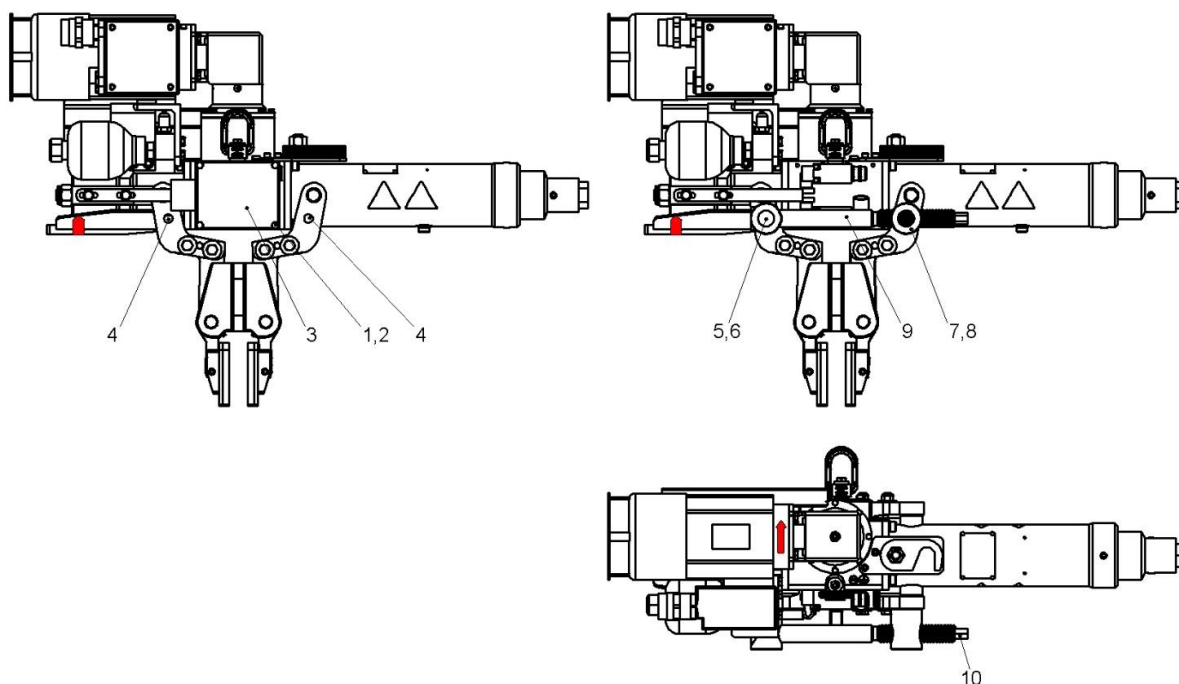
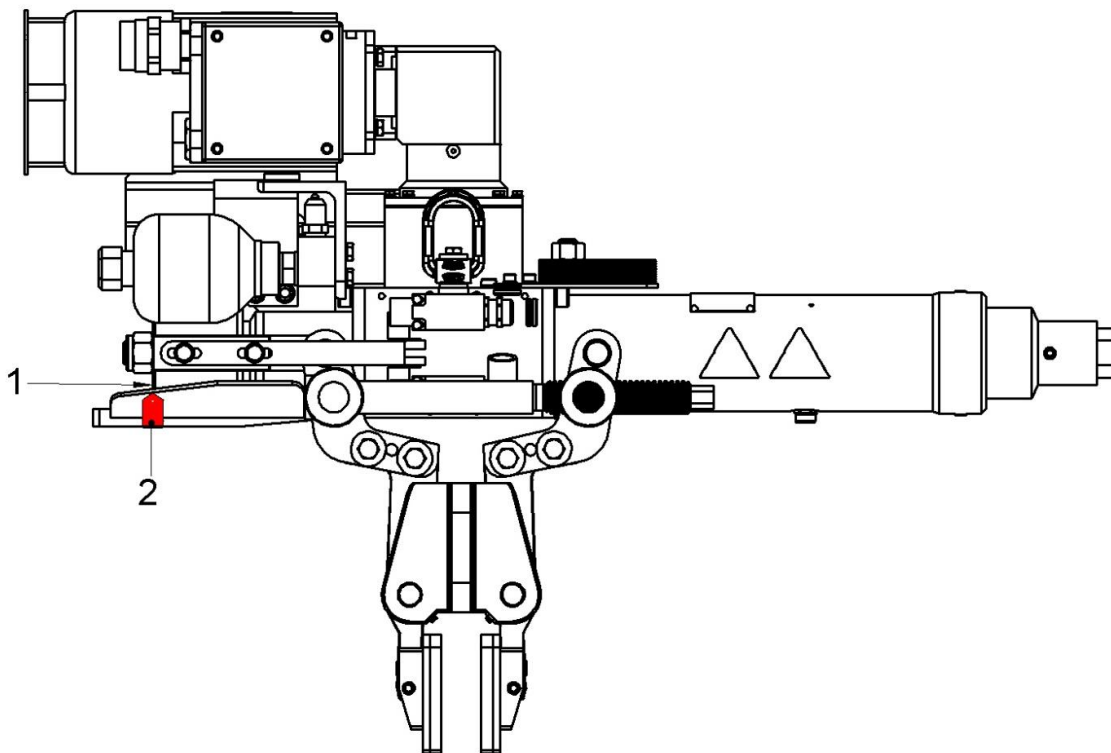
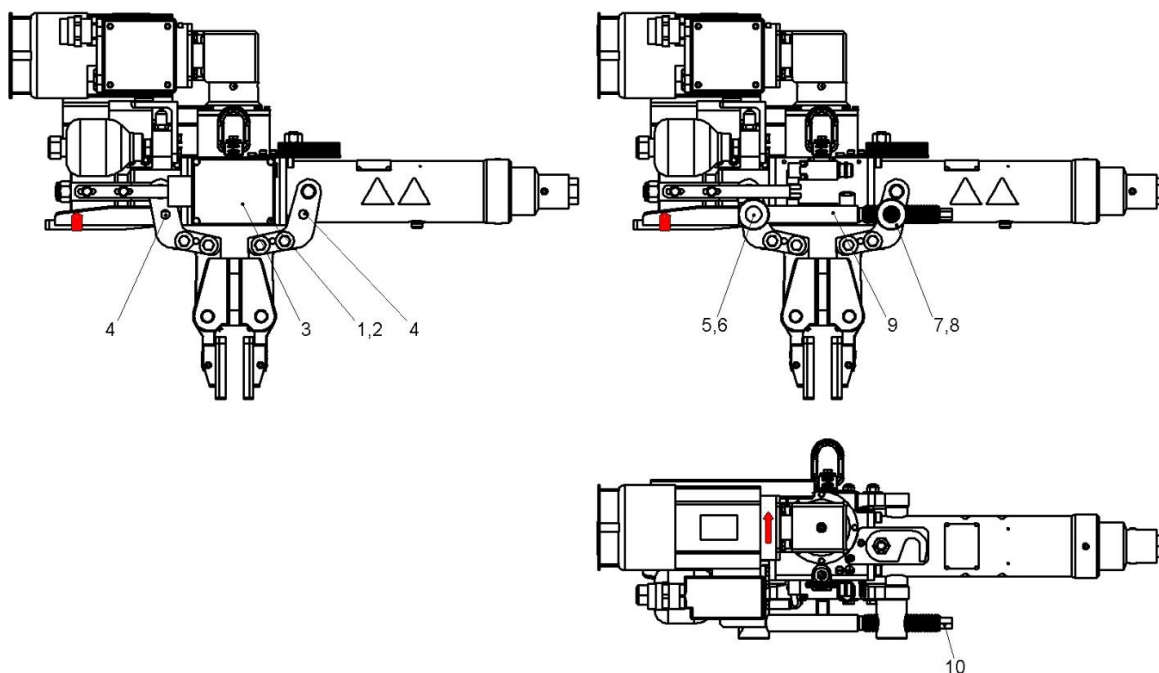
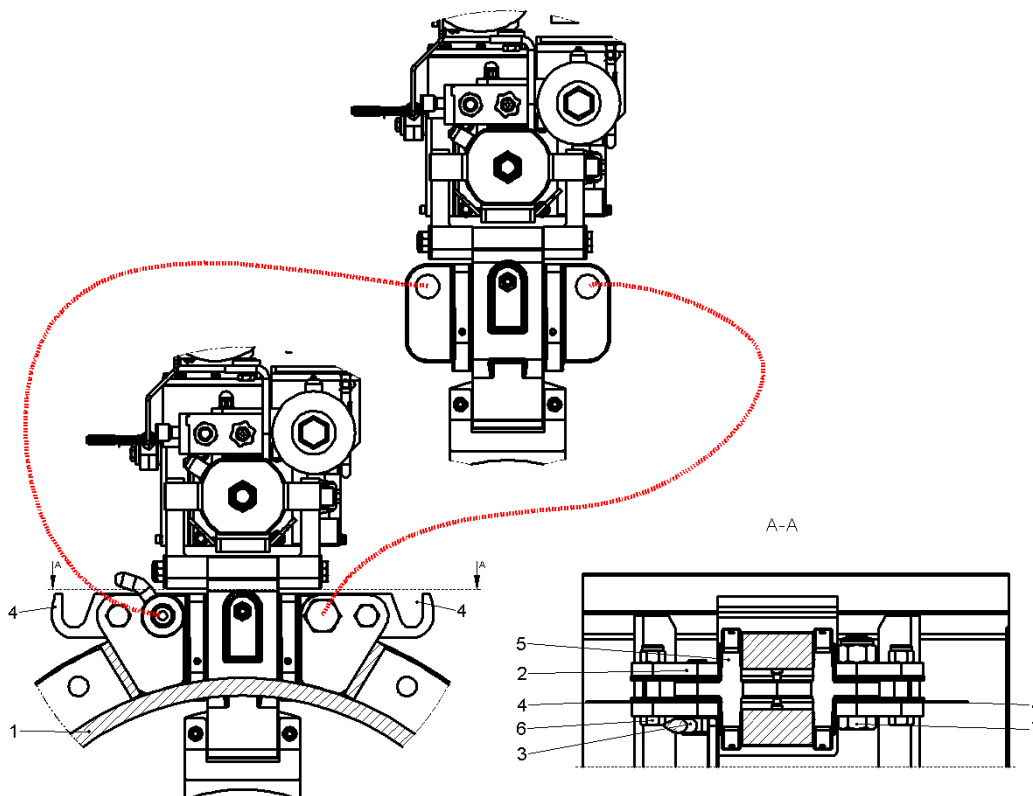

Abbildung 5: Manuelles Lüften der tz-Funktionsbremse
Abbildung 6: Maximale Lüftposition bei manuellem Lüften
Abbildung 11: Ausrichten der tz-Funktionsbremse zur Bremsscheibe
Abbildung 12: Bremszangenauaufnahme mit tz-Funktionsbremse
(siehe Abbildung 5 und Abbildung 6)
Die tz-Funktionsbremse wird manuell mit Hilfe der Montagehilfe, kpl. (Positionen 5, 6, 7, 8 und 9, Abbildung 5) gelüftet. Die maximale Lüftposition beim manuellen Öffnen (siehe Abbildung 6) ist an der Schutzabdeckung (Position 1, Abbildung 6) markiert.
Bei Einsatz der Montagehilfe (Positionen 5, 6, 7, 8 und 9, Abbildung 5) auf der in Abbildung 5 dargestellten Seite wird zunächst das Gehäuse (Position 3, Abbildung 5) mit den Nord-Lock-Scheiben und den Schrauben (Positionen 1 und 2, Abbildung 5) entfernt. Bei Einsatz auf der gegenüberliegenden Seite entfällt dieser Schritt. Mit Hilfe der Schrauben (Positionen 5 und 7, Abbildung 5) werden das Haltestück (Position 6, Abbildung 5) und das Gewindestück (Position 8, Abbildung 5) in die entsprechenden Gewindebohrungen (Position 4, Abbildung 5) montiert. Die Spindel (Position 9, Abbildung 5) wird durch das Haltestück (Position 6, Abbildung 5) zum Gewindestück (Position 8, Abbildung 5) geschoben und greift dort in das Gewinde. Mit Hilfe eines Ringschlüssels SW17 wird die Spindel (Position 9, Abbildung 5) im Gegenuhrzeigersinn (CCW) durch das Gewindestück (Position 8, Abbildung 5) gedreht bis sich der Anschlag der Spindel (Position 9, Abbildung 5) an dem Haltestück (Position 6, Abbildung 5) an legt. Durch weiteres Drehen der Spindel (Position 9, Abbildung 5) wird die tz-Funktionsbremse geöffnet, bis ihre maximale Lüftposition erreicht ist (siehe Abbildung 6). Diese Lüftposition wird durch die Selbsthemmung des Gewindes gehalten.
Die maximale Lüftposition der tz-Funktionsbremse ist erreicht, wenn die linke Planfläche der Zangenaufnahme (Pos. 1, Abbildung 6) bündig mit dem Grenzmaßblech (Pos. 2, Abbildung 6) ist.
Nach Benutzung der Montagehilfe der tz-Funktionsbremse ist diese vollständig zu demontieren und gegen unbefugte Benutzung zu sichern. Bei der Demontage auf die Bewegung der Bremszange achten. Nach der Demontage der Montagehilfe muss das Gehäuse (Position 3, Abbildung 5) mit den Nord-Lock-Scheiben und Schrauben (Positionen 1 und 2, Abbildung 5) wieder befestigt werden.
(siehe Abbildung 12)
Bremsbacken parallel zum Zangenarm drehen – gegebenenfalls mit leichten Hammerschlägen ausrichten und die tz-Funktionsbremse in die vorgesehene Halterung (Pos. 2, Abbildung 12) der RPT- (tz-)Kupplungs-Bremshaube über die Bremsscheibe einsetzen.
Haube mit Bajonettverschlüssen (siehe Abbildung 12, linke Hälfte):
Schieberiegel (Pos. 3, Abbildung 12) der Bajonettverschlüsse einschieben.
Haube mit Schraubenbefestigung (siehe Abbildung 12, rechte Hälfte):
Schrauben M24x90 (Pos. 7, Abbildung 12) unverspannt vormontieren.
(siehe Abbildung 5, Abbildung 11 und Abbildung 12)
Um die tz-Funktionsbremse zur Bremsscheibe auszurichten, wird die tz-Funktionsbremse mit Hilfe der Montagehilfe, kpl. (Positionen 5, 6, 7, 8 und 9, Abbildung 11) geschlossen. Hierdurch richtet sich die tz-Funktionsbremse mittig zur Bremsscheibe aus. Die Montage der Montagehilfe, kpl. (Positionen 5, 6, 7, 8 und 9, Abbildung 11) erfolgt wie unter 2.2.2.1 beschrieben. Mit Hilfe eines Ringschlüssels SW17 wird die Spindel (Position 9, Abbildung 11) im Uhrzeigersinn (CW) gedreht und die tz-Funktionsbremse schließt sich. Durch Drehen der Spindel (Position 9, Abbildung 11) im Gegenuhrzeigersinn (CCW) wird die tz-Funktionsbremse gelüftet.
Nach dem Ausrichten der tz-Funktionsbremse zur Bremsscheibe ist es zwingend erforderlich die tz-Funktionsbremse im Zustand „Bremse geschlossen“ (Bremsbacken liegen fest an der Bremsscheibe an) zu belassen, bzw. gegebenenfalls zurückzudrehen! Nach dem Ausrichten der tz-Funktionsbremse zur Bremsscheibe ist es zwingend erforderlich das Drosselventil (Pos. 10, Abbildung 5) vollständig durch Drehen am Drehknopf im Gegenuhrzeigersinn (CCW) zu öffnen und diese Position mit der Schlitz-Klemmschraube am Drehknopf gegen Lösen zu sichern. Die Schutzabdeckung (Pos. 9, Abbildung 5) ist mit den Nord-Lock-Scheiben (Pos. 8, Abbildung 5) und Schrauben (Pos. 7, Abbildung 5) wieder zu montieren. Nach Benutzung der Montagehilfe der tz-Funktionsbremse ist diese vollständig zu demontieren gegen unbefugte Nutzung zu sichern.
Nach dem Ausrichten der tz-Funktionsbremse zur Bremsscheibe werden bei geschlossener tz-Funktionsbremse die Korrekturscheiben zur Bremszange (Pos. 4, Abbildung 12 / Pos. 12, Abbildung 2) zwischen die Halteplatte (Pos. 5, Abbildung 12) der tz-Funktionsbremse und den Bremszangenaufnahmen (Pos. 2, Abbildung 12) eingesetzt. (je nach Ausrichtung können links und rechts unterschiedliche Stückzahlen notwendig sein). Nach dem Einsetzen der Korrekturscheiben zur Bremszange (Pos. 4, Abbildung 12 / Pos. 12, Abbildung 2) die Bremszange durch Anziehen der Schrauben M16 (Pos. 6, Abbildung 12) fertig montieren.
Bei Hauben mit Schraubenverbindung müssen die Schrauben M16 (Pos. 6, Abbildung 12) und die Schrauben M24 (Pos. 7, Abbildung 12) fest angezogen werden (siehe Abbildung 12, rechte Hälfte). (Anziehdrehmoment für Schraubenverbindungen siehe Anhang „Anziehdrehmoment“)